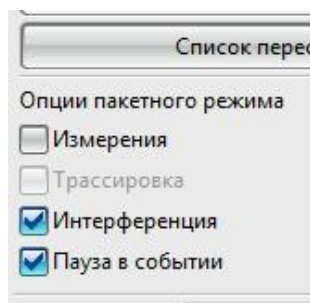

Рис.41
- И дополнительно в диалоговом окне *Анимация* нужно ещё включить переключатели **Интерференция** и **Пауза в событии** (рис.41).